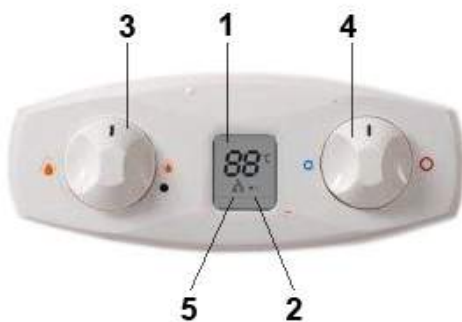

fig. 1 - Painel de comandos
Com o manípulo (ref. 3 da fig. 1) é possível selecionar a potência da caldeira: mínima ou máxima e as posições intermédias, segundo o nível de aquecimento de água necessário.